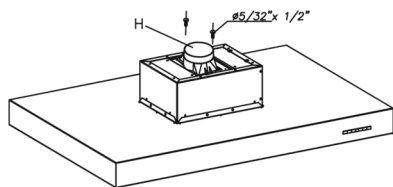

Fig. 1
- Fijar el tubo reductor H a la pletina superior mediante 2 tornillos (Fig. 1). Conectar un tubo ininflamable de 6" a la apertura practicada en el techo.